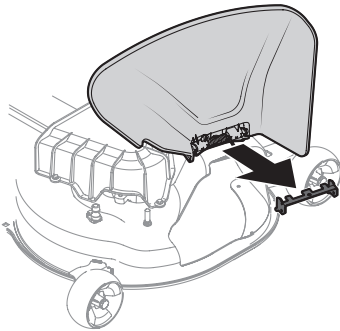

Figure 8
- Abaissez le déflecteur d'éjection et jetez le support (Figure 8).